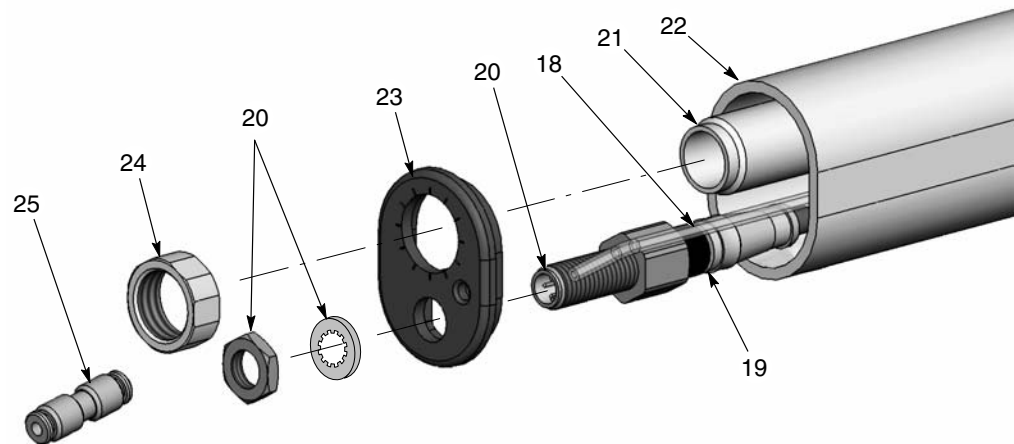

Bild 7-7 Demontering av rörmonterad pistol 1 av 5
2. Se bild 7-7. Koppla loss skarvnippeln (25) från den transparenta 4 mm luftslangen (18).
3. Koppla loss pistolkabeln (ej visad) från kabelkontakten (20).
4. Skruva av klämmuttern (24) från klämröret (21).
5. Ta av muttern och låsbrickan från kabelkontakten (20). Spara muttern och låsbrickan för återanvändning.
6. Ta av ändförslutningen (23) från pistolens ände.